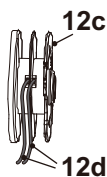

Fig. 25
5. Pase un extremo de los nuevos hilos de corte (12d) por el pequeño orificio del carrete de corte (12c) en la dirección de las flechas (Fig. 25).